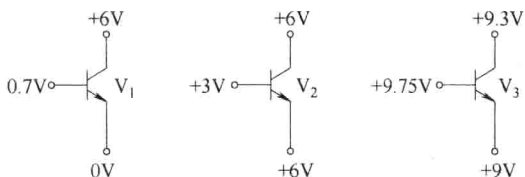

图 1.4 晶体管状态的判定
6) 晶体管的特性更为复杂,在晶体管的输出特性曲线中划分了三个区,分别是截止区、饱和区、放大区,对应晶体管的截止、饱和、放大三种状态。因此,分析电路时经常需要判定晶体管的工作状态。判定方法如下:若晶体管发射结处于反偏则可判定晶体管处于截止状态;若晶体管发射结处于正偏,同时集电结处于反偏,则可判定晶体管处于放大状态;若晶体管发射结处于正偏,同时集电结处于正偏,则可判定晶体管处于饱和状态。如图 1.4 所示电路中,已知晶体管均为硅管,用以上判定方法可得: V_1 管基-射电压为 0.7V ,即 V_1 管发射结正偏,而 V_1 管基-射电压为 -5.3V ,即 V_1 管集电结反偏,因此 V_1 管处于放大状态; V_2 管基-射电压为 -3V ,即 V_2 管发射结反偏,而 V_2 管基-集电压为 -3V ,即 V_2 管集电结反偏,因此 V_2 管处于截止状态; V_3 管基-集电压为 0.75V ,即 V_3 管发射结正偏,而 V_3 管基-射电压为 0.45V ,即 V_3 管集电结正偏,因此 V_3 管处于饱和状态。